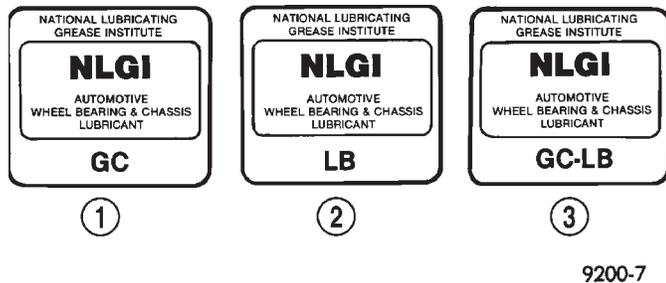

Abb. 2 NLGI-Symbol
- National Lubricating Grease Institute (NLGI) (Abb. 2).
Die NLGI-Kennung (Abb. 2) für Schmiermittel macht Aussagen über Güte und Verwendungsbereich des betreffenden Produkts. Bei allen zugelassenen Schmiermitteln ist diese Kennung auf dem Behälter abgedruckt. Am unteren Rand der Kennung ist zunächst ein Buchstabe angegeben, der Aussagen über die Güte und den Verwendungsbereich macht. So bezeichnet der Buchstabe "G" Radlager-Schmiermittel, während Schmiermittel für Fahrwerke durch den Buchstaben "L" gekennzeichnet sind. Der dieser Bezeichnung folgende Buchstabe gibt Aufschluß über die Güte des Schmiermittels. Die nachfolgend abgedruckten Kennungen werden für Schmiermittel höchster Qualität verwendet.